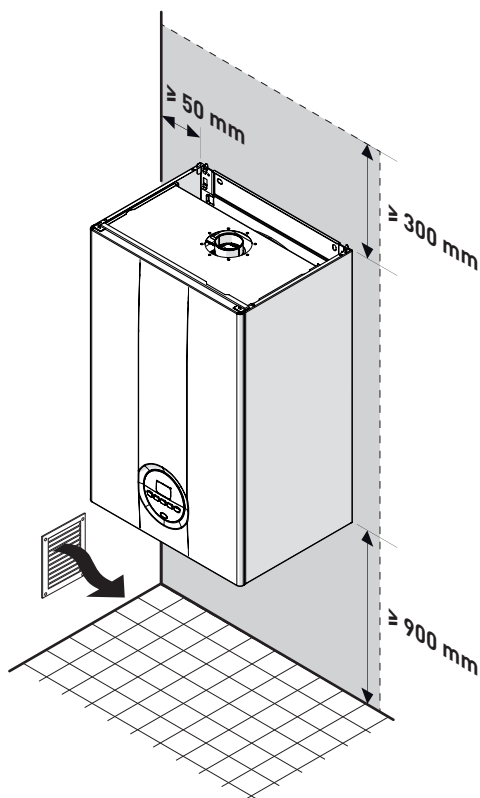

Рис. 18
- При монтаже необходимо учесть расстояния, необходимые для доступа к устройствам безопасности/регулировки и выполнения работ по техническому обслуживанию (см. Рис. 18).